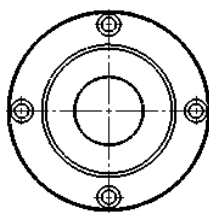

图 10.1.2 创建主视图
(1) 定义视图方向。在 **方向(D)** 区域中单击“后视”按钮 , 再选中 ☒ **预览(P)** 复选框, 预览要生成的视图。
(2) 在 **选项(N)** 区域中取消选中 ☐ **自动开始投影视图(A)** 复选框。
(3) 定义视图比例。在 **比例(A)** 区域中选中 ☒ **使用图纸比例(E)** 单选按钮。
Step5. 单击“工程图视图 2”对话框中的  按钮, 完成操作, 结果如图 10.1.2 所示。